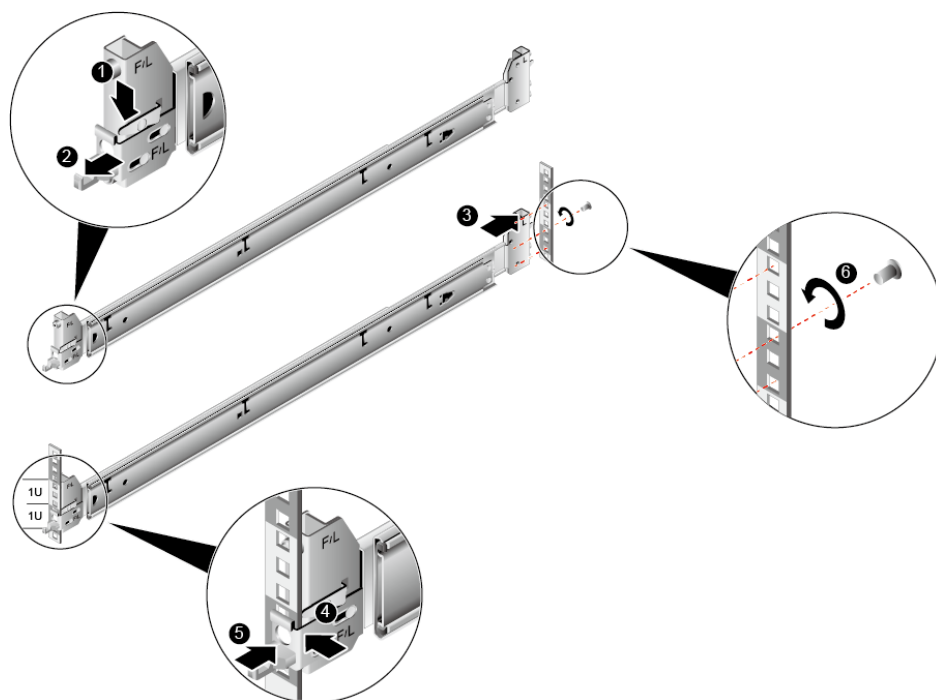

图 4-8 安装抱轨前后端
- 1) 按下抱轨前端挡片，同时向前拉升挂钩，如图 4-8 中①、②所示。
- 2) 将抱轨后端定位销，插入机柜后侧的立柱孔位，如图 4-8 中③所示。
- 3) 将抱轨前端对准立柱孔位，向前推动抱轨卡入立柱孔位，如图 4-8 中④所示。
- 4) 向后推动挂钩，使挂钩的金属片贴住立柱，如图 4-8 中⑤所示。
- 5) （可选）在抱轨后端的第三个方形孔上，安装一颗 M6 螺钉，以便固定抱轨，如图 4-8 中⑥所示。